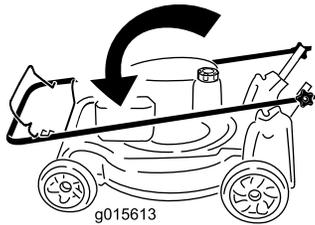

**Figure 31**
1. Desserrez les boutons du guidon jusqu'à ce que le guidon bouge librement (Figure 31).
1. Bouton du guidon (2)
2. Pliez le guidon en avant de la manière indiquée (Figure 31).